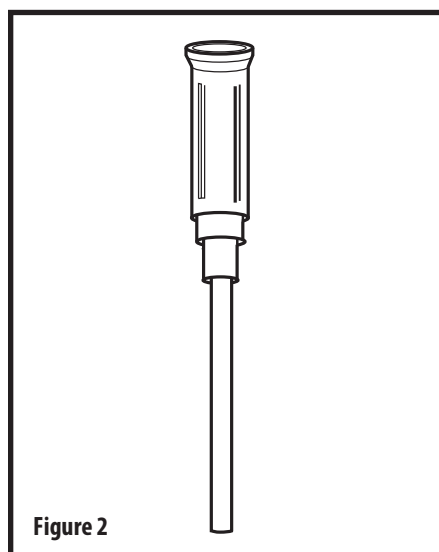

Figure 2
7. Før introducerkanylen (**fig. 2**) i jejunporten, til muffen har kontakt med jejunallumen, og introducerkanylen er synlig i sonden. Introducerkanylen åbner kontraventilen og beskytter den mod skade fra guidewiren.